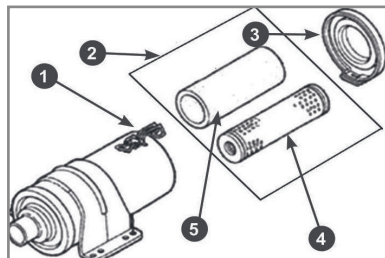

Рис. 14 Обслуживание воздушного фильтра
1. Отстегните защелку 1 и снимите крышку 3 воздушного фильтра (Рис. 14).
2. Извлеките воздушный фильтр 2 в сборе (Рис. 14).
3. Проверьте целостность и чистоту фильтрующих элементов. Поролоновый (предварительный) фильтрующий элемент 5 установлен на корпусе бумажного (основного) фильтрующего элемента 4 (Рис. 14).
ВНИМАНИЕ! Бумажный фильтрующий элемент 4 (Рис. 14) не подлежит очистке, необходима его замена. Не продувайте старый бумажный фильтрующий элемент сжатым воздухом, не промывайте его в бензине и других растворителях. Эксплуатация двигателя с грязными или поврежденными фильтрующими элементами, или без фильтрующих элементов приведет к попаданию грязи и пыли в карбюратор и двигатель, что в свою очередь, станет причиной его быстрого износа. Двигатель в этом случае не подлежит ремонту по гарантии.